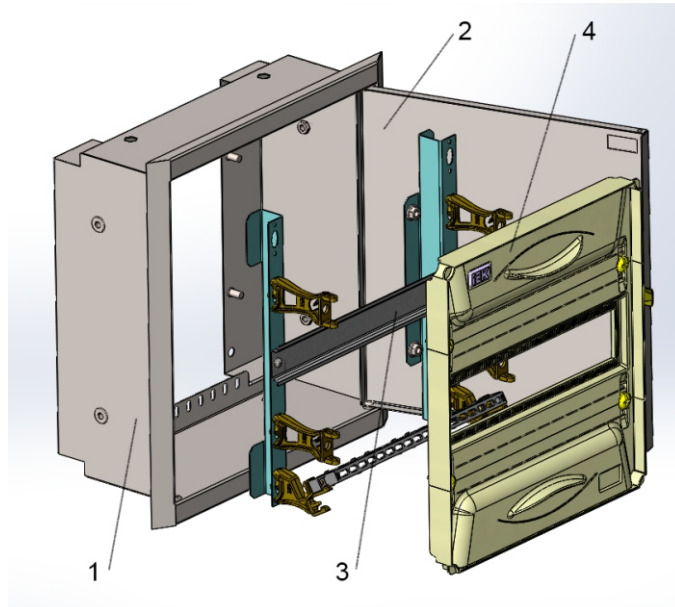

Рисунок 4. Основные конструктивные элементы металлокорпуса
Металлокорпус конструктивно состоит из (рисунок 4) сварной оболочки с защитным покрытием(1), дверцы с замком (2), монтажной рамы (3), и оперативной панели(4). Дверца запирается на замок. Ключ от замка имеет единый секрет.